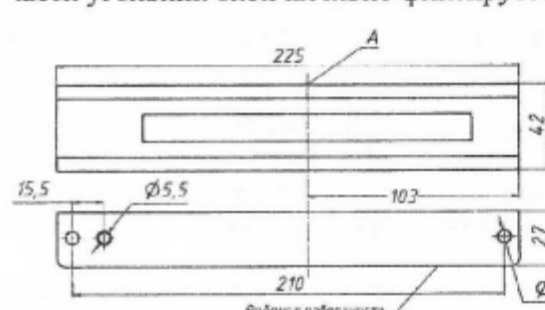

Рис.2
4.4 Пластина якоря (8) крепится к двери напротив корпуса замка, после чего якорная часть (2) устанавливается на пластине. Правильное положение якорной части относительно корпуса обеспечивается при совмещении осей А и корпуса (Рис.2 и 3).